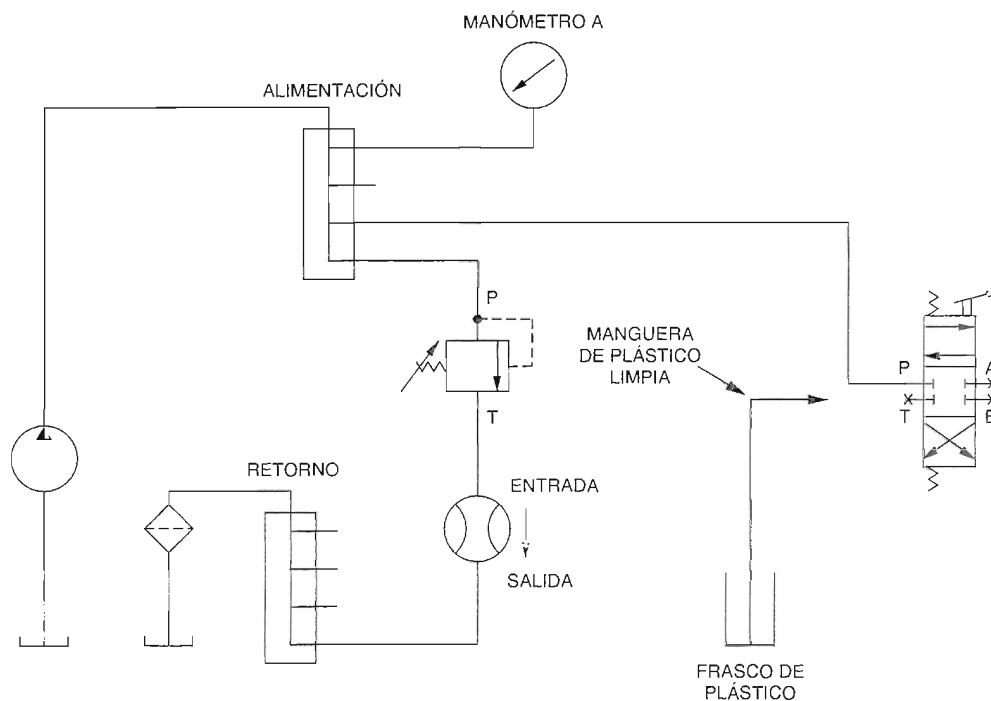

Figura 5-12. Medición de la fuga del orificio P a los orificios A, B y T.
- ☐ 1. Conecte el circuito mostrado en la Figura 5-12.